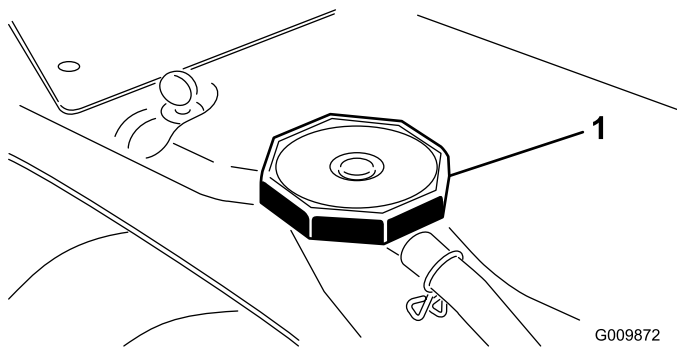

Bild 27
1. Nehmen Sie den Kühlerdeckel ab (Bild 27).